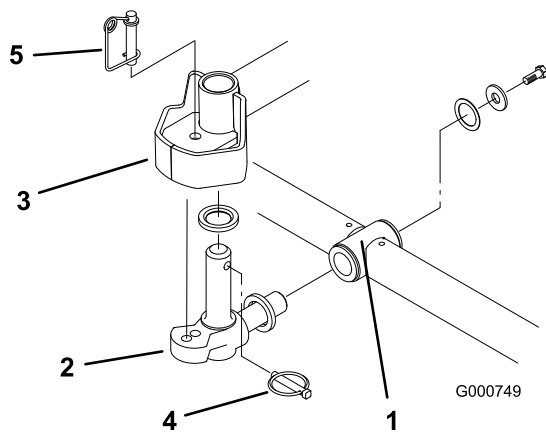

Figura 5
6. Introduza uma anilha de encosto no eixo horizontal da articulação como mostrado em (Figura 5).
7. Introduza o eixo horizontal da articulação no tubo de montagem da estrutura de suporte (Figura 5).
8. Fixe a articulação na estrutura de suporte com uma anilha de encosto, uma anilha chata e um parafuso de cabeça flangeada (Figura 5).
9. Introduza uma anilha de encosto no eixo vertical da articulação (Figura 5).
10. Se tiver sido removido, introduza o eixo vertical da articulação no encaixe de eixo do braço de elevação (Figura 5). Posicione a articulação entre os dois amortecedores de centragem de borracha existentes no lado de baixo da placa de direção do braço de elevação.
11. Introduza o pino de sujeição no orifício cruzado existente no eixo da articulação (Figura 5).
Nota: Se a posição da unidade de corte tiver que estar fixa, introduza o pino de bloqueio da direção no orifício de montagem da articulação (Figura 5).
14. Fixe o cabo da mola em volta da parte inferior do pino de bloqueio da direção (Figura 5).